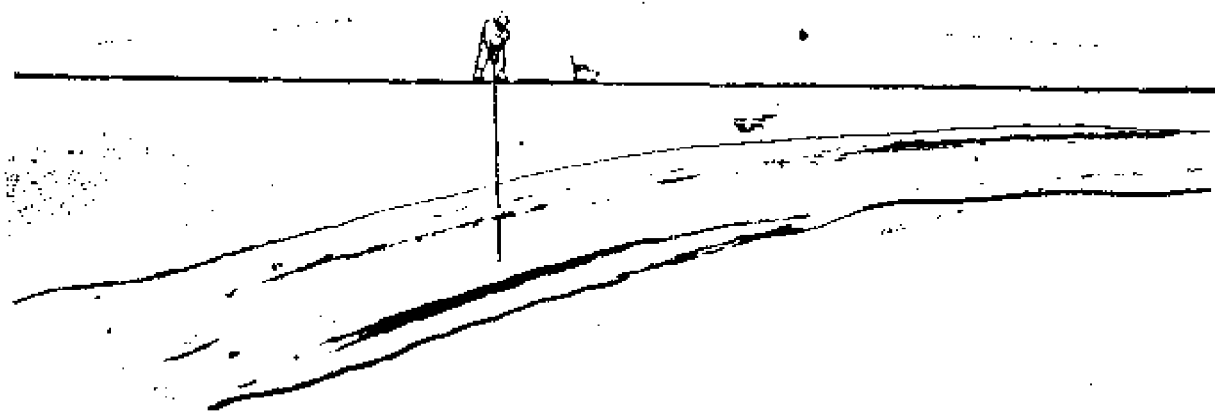

图32 冬季普查。在冬季，当其它找金者待在家里时，你可以用金矛仪器和一个冰钻容易地探测底部
(7) 在冬季也有进行普查找金的可能。当冰层足够厚时，你可以成功地从冰上普查金。用钻在冰上打孔是很容易的，再用金矛仪器在不同地点探测底部。冰层打孔的网格由自己决定。探测时象通常一样，注意听测和观察声响信号和光信号的颜色。大多数的检查都在特别有意义的地点进行（图32）。